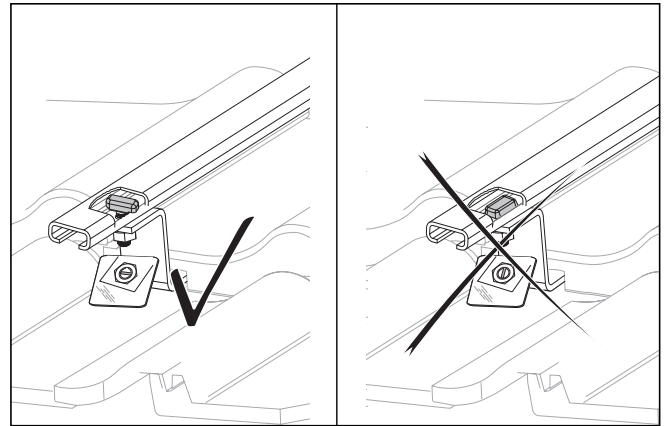

Abb. 6.21 Hammerkopfschraube richtig verschrauben
- Achten Sie bei der Montage des Gerätes auf die korrekte Position der Hammerkopfschrauben nach Abb. 6.21
- Richten Sie die Hammerkopfschraube in die richtige Position aus (Schraubenschaft quer zur Schiene, siehe Abb. 6.21).
- Kontrollieren Sie mit einem Spiegel die richtige Einbaulage der Hammerkopfschrauben entsprechend Abb. 6.21.